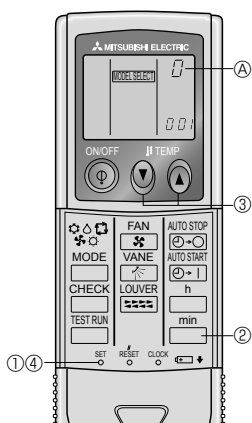

Fig. 6-8
5) Attribuer une télécommande à chaque appareil (Fig. 6-8)